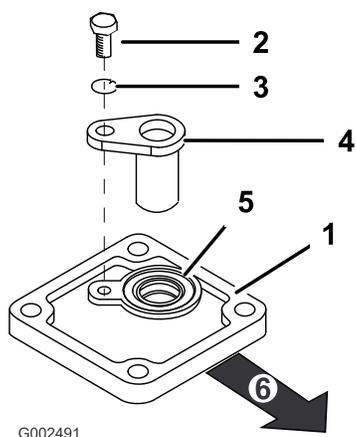

Figura 6
3. Instale a nova tampa na transmissão utilizando os quatro parafusos removidos no Passo 1 (Figura 6). A orientação correcta da tampa é com o vedante voltado para cima e posicionado na direcção do lado esquerdo do veículo.
4. Instale o sensor dos carretos utilizando o parafuso (M6 x 1.00 x 12) e a anilha de mola (M6) conforme ilustrado em Figura 6.